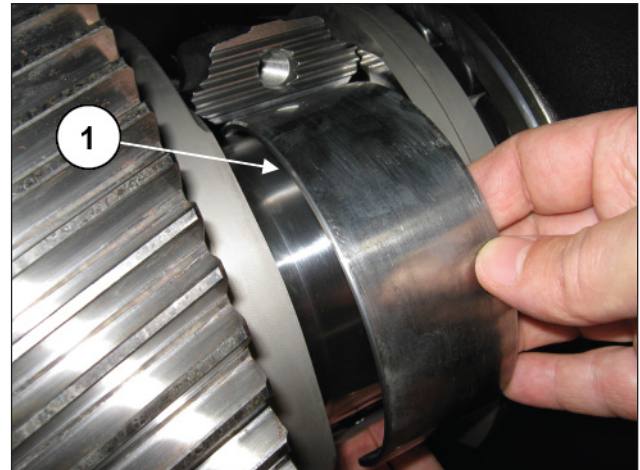

Fig. 32
Extraer los 3 semicojinetes superiores de las semibielas (pos. ①, Fig. 32).